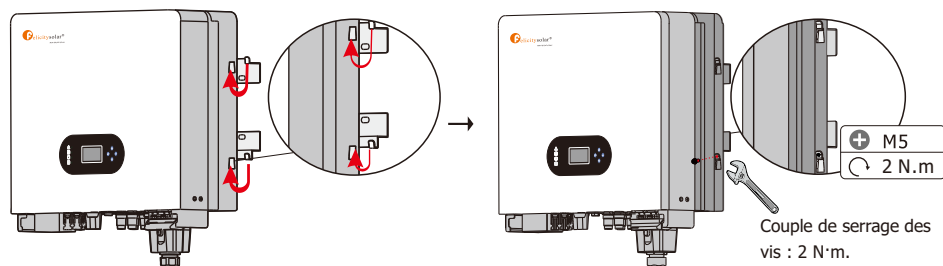

Figure 3.4-2 Installation d'un onduleur
Étape 2. Soulevez l'onduleur et fixez-le sur le support d'installation. Afin de prévenir le vol, verrouillez-le Voir Figure 3.4-2.